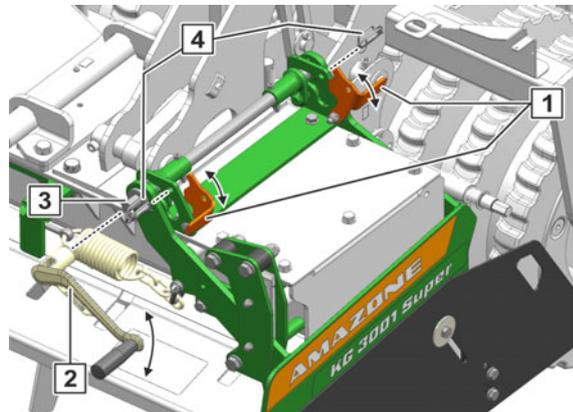

Fig. 144
1. Klapptstecker (Fig. 144/4) demontieren
2. Bedienwerkzeug (Fig. 144/2) an die Einstellwelle (Fig. 144/3) ansetzen.
3. Um die Haltewinkel (Fig. 144/1) zu entlasten, das Bedienwerkzeug entgegen dem Uhrzeigersinn drehen.